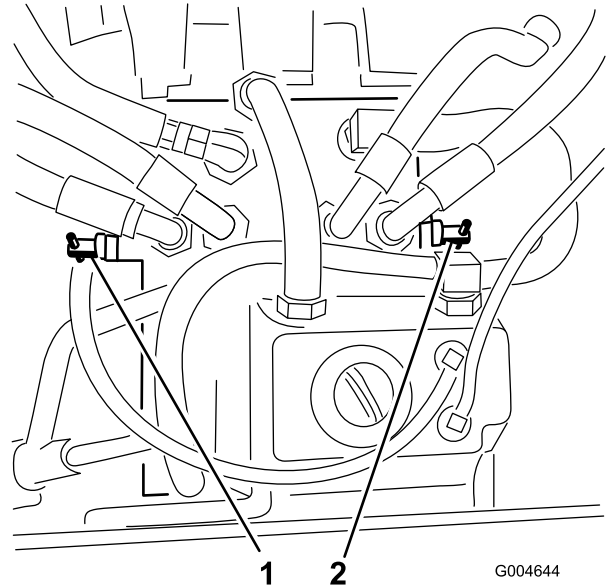

Figure 27
2. Localisez les vannes de dérivation (Figure 27) et tournez-les d'un tour dans le sens antihoraire.
4. Fermez les vannes en les tournant d'un tour dans le sens horaire (Figure 27).